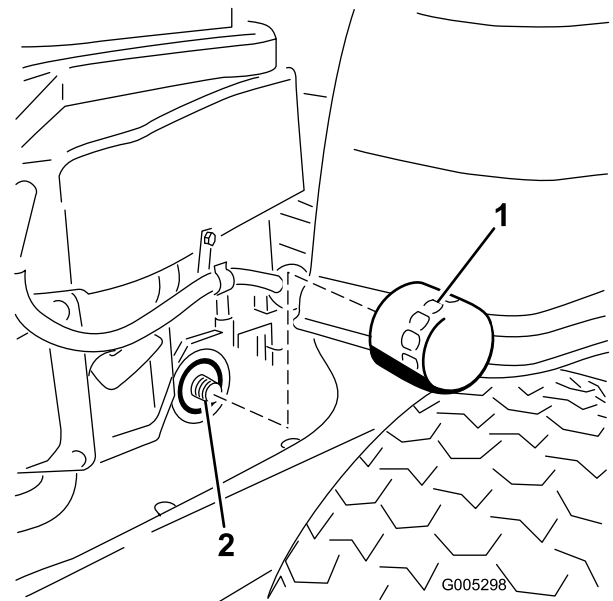

Bild 28
- Finden Sie den Ölfilter rechts am Motor. Entfernen Sie den alten Filter und wischen Sie die Dichtfläche am Anbaustutzen mit einem sauberen Tuch ab (Bild 28).
- Drehen Sie den Austauschfilter auf den Anbaustutzen auf. Drehen Sie den Ölfilter nach rechts, bis die Gummidichtung den Anbaustutzen berührt. Ziehen Sie ihn dann um eine weitere 3/4 bis eine volle Umdrehung fest (Bild 28). Wischen Sie überschüssiges Öl vom Rahmen.